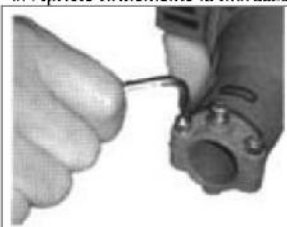

Fig.E1
1. Coloque el cabezal mecánico sobre una superficie limpia y plana, con la bujía hacia arriba. Use la llave allen2. de 4 mm (hexagonal) para soltar la mordaza de tubo, tal como se muestra en la fig.E1